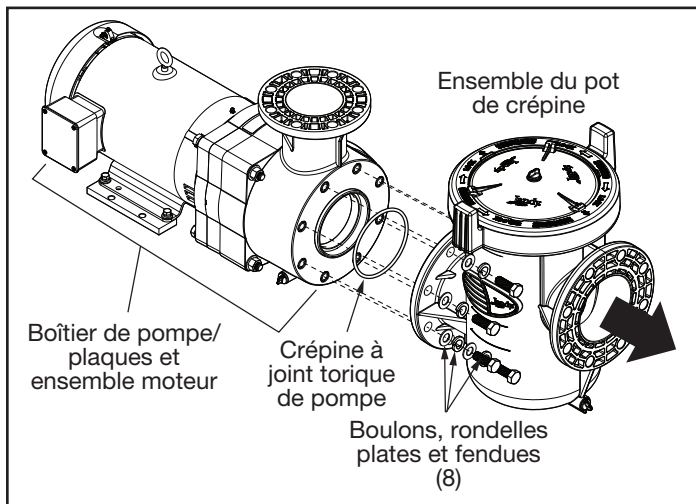

Figure 12. Retirer le pot de crépine de l'ensemble de pompe
- Tirer l'ensemble de la crépine vers l'avant depuis l'ensemble boîtier de pompe / plaques / moteur, comme illustré à la figure 12.
- Retirer la crépine du joint torique de la pompe à l'avant du boîtier de la pompe. Reportez-vous à la Figure 12.